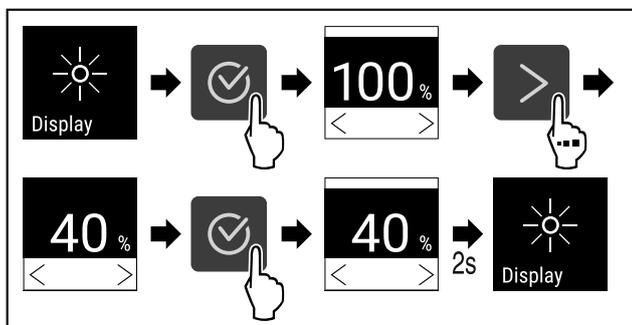

Fig. 78
- ▶ Seguir los pasos de procedimiento (consulte Fig. 78).